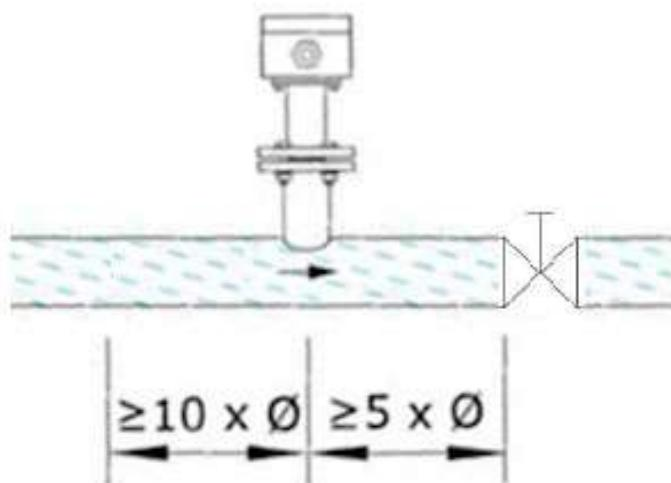

Рисунок 8. Пример установки ПП
- трубопровод должен быть прямой не менее чем на 10 Ду перед ПП и 5 Ду (рисунок 8) после него. Регулирующий клапан должен находиться на расстоянии не менее 5 Ду от ПП ниже по течению;